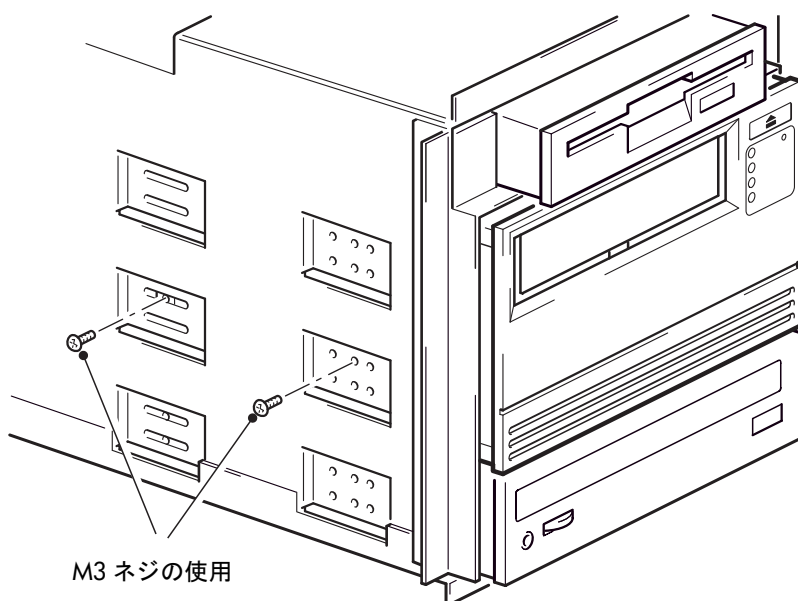

図 8b: マウント用部品を使わないドライブの固定
- 1 テープ・ドライブ付属の M3 ネジを使用して固定します。シャーシの穴がドライブ側面の穴と一直線上に揃っていることを確認し、図 8b に示すように通常のプラス・ドライバを使用して M3 ネジを固定します。テープ・ドライブの右側の穴にネジを差込みます（ホール 1 および 3）。